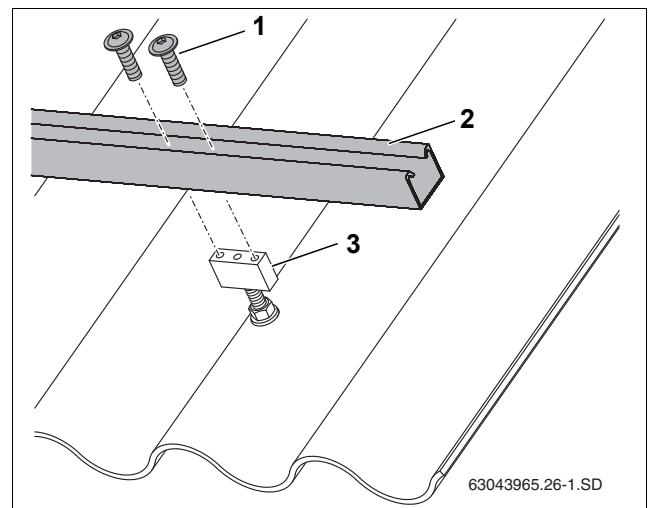

Рис. 25 Крепление профильной рейки к бобышке
- Закрепите профильные рейки (рис. 25, [2]) двумя винтами (рис. 25, [1]).